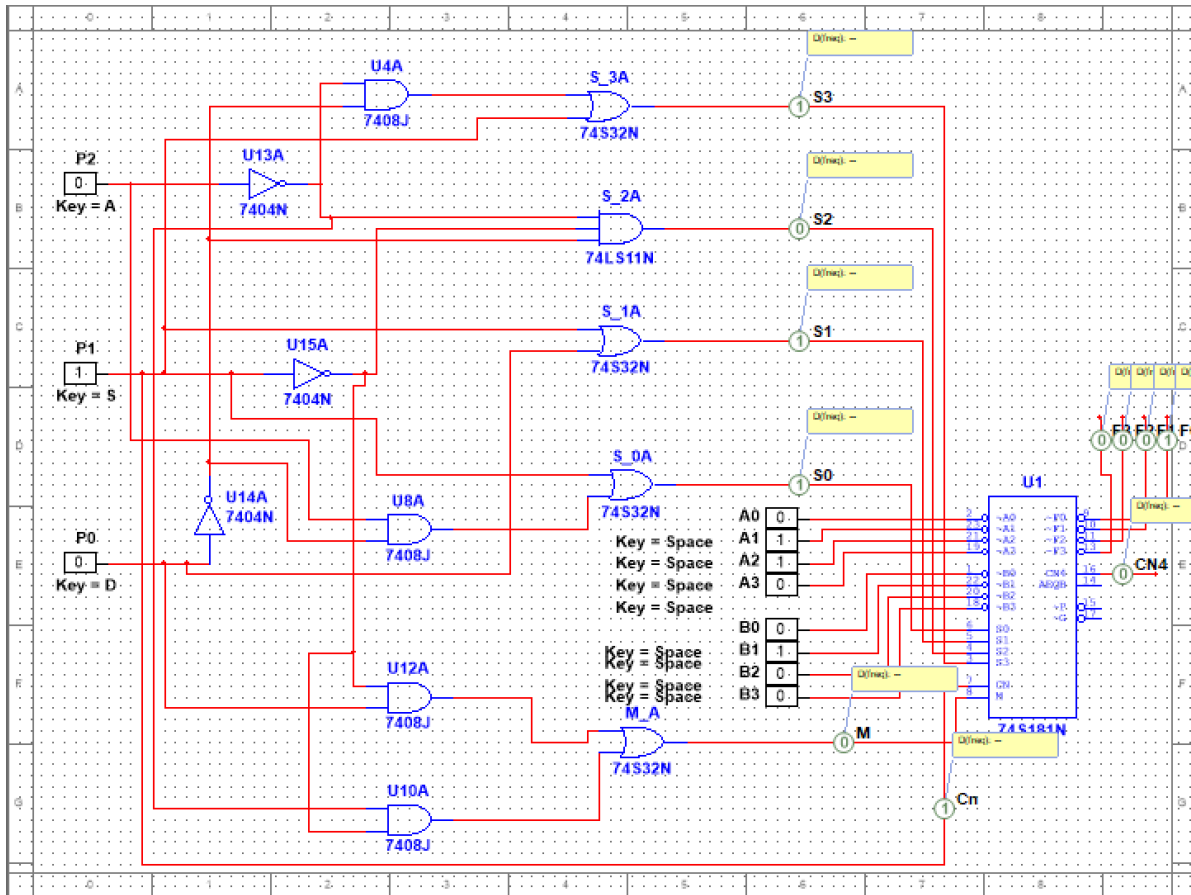

Figura 10. Prueba 3 del circuito completo
- **Prueba 3** (Figura 10): $(P2, P1, P0) = (0, 1, 0) \rightarrow$ debe realizar la operación $F = ABMINUS1$. Por ejemplo, si introducimos como entradas $A = (0110)$ y $B = (0010)$, debemos obtener la salida $F = (0001)$.